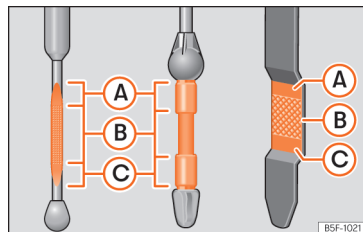

Рис. 242 Масляний щуп.
Пояснення ►► **рис. 242:**
- Вдруге витягніть щуп і перевірте рівень моторної оливи ►► **рис. 242**. За необхідності долійте моторну оливу.
- Коли рівень моторної оливи досягне зони менше зони ►► **рис. 242** Ⓑ, старанно закрийте кришку горловини ►► ①.